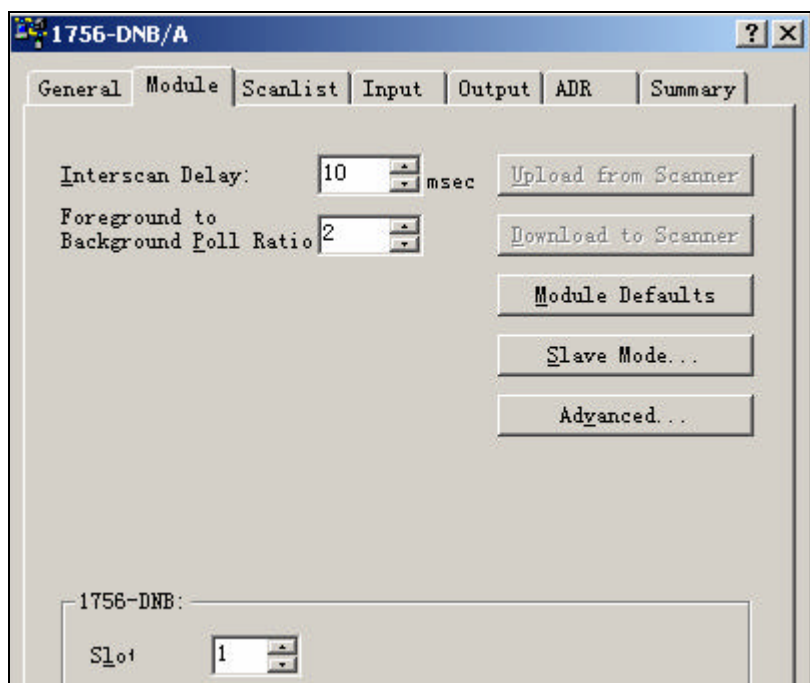

图 4-20 设置 1756-DNB 槽号
13. 设置扫描器 1756-DNB。扫描器 1756-DNB 的扫描列表中包含与网络上每个设备通讯所需的信息。如果某个设备不存在于扫描列表中，处理器无法周期的向该设备发送信息。双击 1756-DNB/A 模块，选择 Module 选项卡，弹出如下对话框，单击 Upload。将 Slot（槽号）修改成 1756-DNB 当前所在槽号 3，如图 4-20 所示。